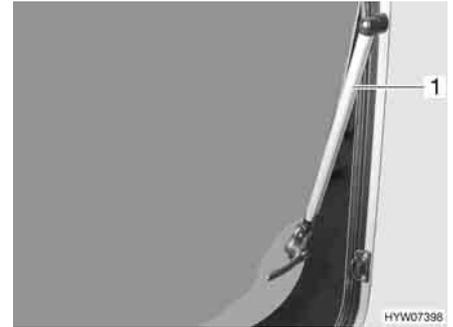

Fig. 40 Finestra apribile con deflettore automatico
- Aprire la finestra apribile fino al punto di arresto desiderato. Il deflettore automatico (Fig. 40,1) si innesta automaticamente in posizione.